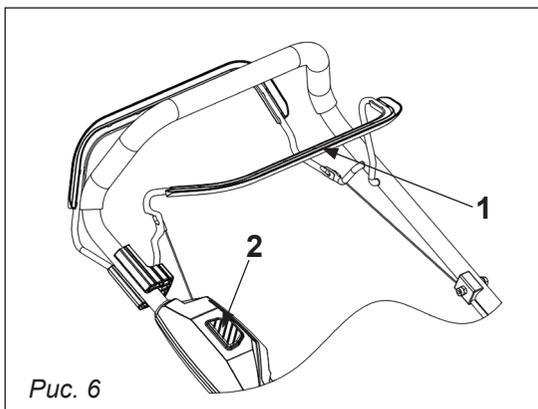

Рис. 6
4. Убедитесь в отсутствии заедания рычага включения останова двигателя (рис. 6).